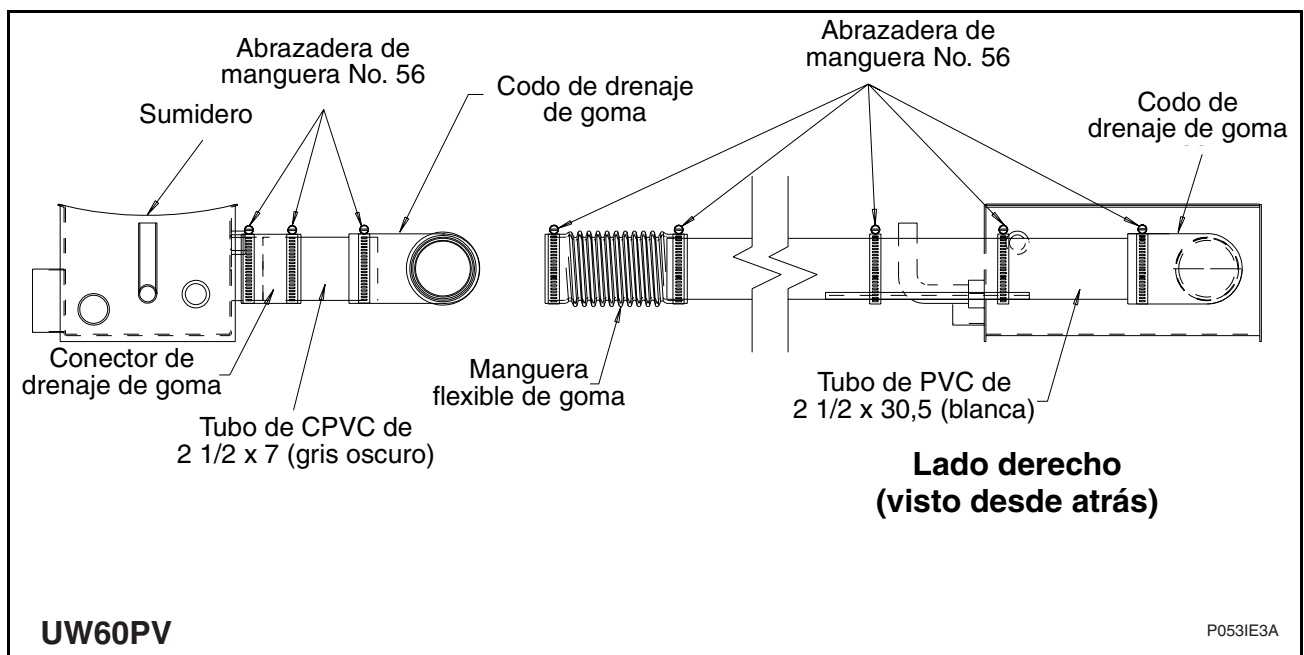

Figura 15
- Construya el drenaje derecho según se muestra en su estado terminado en la Figura 15.